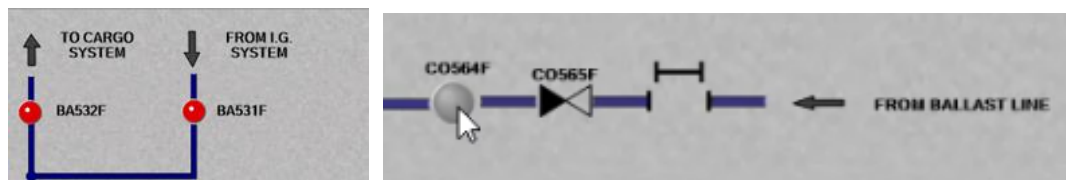

Figura 53- vàlvula de connexió al sistema IG
De la mateixa manera és important comprovar que la vàlvula BA531F (Figura 53 esquerra) estigui igualment tancada per aïllar el sistema de *gas inert* (IG).